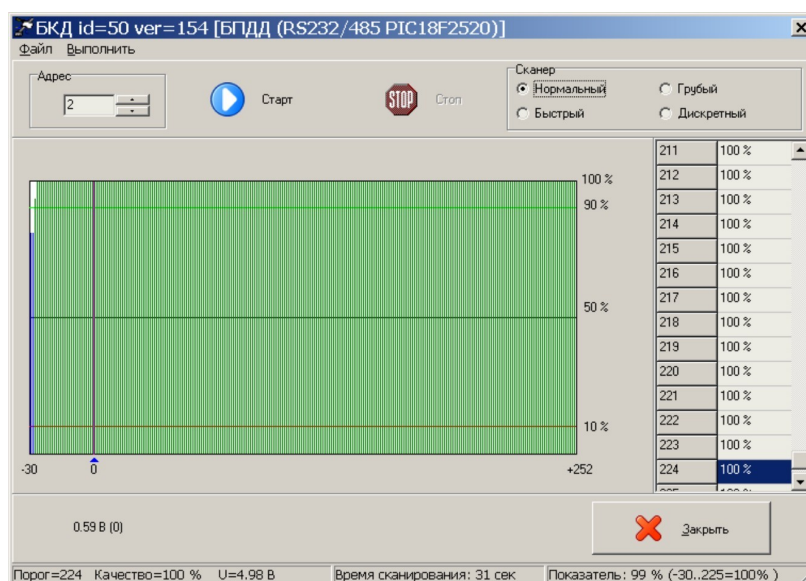

Рисунок 19
- 2) Выбрать в таблице устройств блок «БПДД». В окне «Поиск» выбрать команду «Сканер». В открывшемся окне установить признак «Нормальный» и ввести команду «Старт» (рисунок 19). Дождаться окончания сканирования. Проверить, что при пороге от «минус 27» до «плюс 255» качество связи 100%.